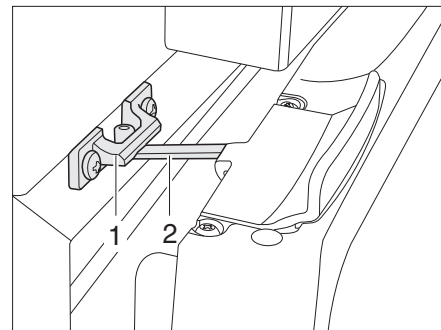

Fig. 343 Puerta del frigorífico en posición de ventilación (Thetford)
- Abrir el bloqueo (Fig. 343,2) y engatillarlo en el alojamiento del bloqueo (Fig. 343,1). De este modo, la puerta del frigorífico quedará ligeramente abierta.